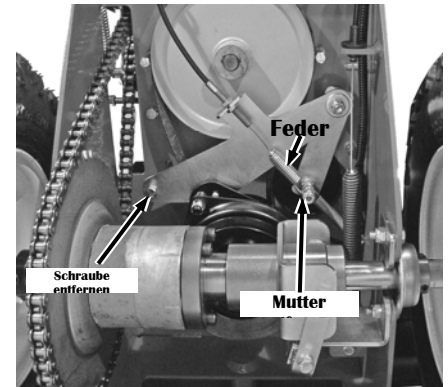

Abbildung 21
5. Entfernen Sie die Schraube auf dem Kupplungshalter und die Gewindemutter auf der Feder des Kupplungsantriebs (**Abbildung 21**).